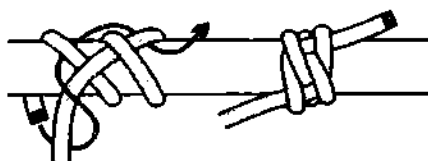

Рис. 623. Эскимосский гарпуновый узел.
*Эскимосский гарпуновый узел* представляет собой смесь *пикетного* и *мельничного узла* (рис. 623). Узел тугой, крепкий и надёжный.